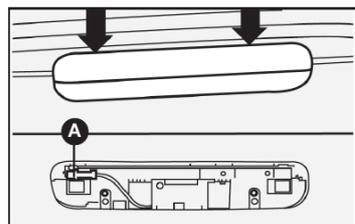

fig. 38
- 1) pressionar os locais indicados pelas setas **fig. 38** na tampa plástica do brake light, que se encontra sobre o compartimento de bagagem. Retirar a tampa, puxando-a;
- 2) retirar o conector **A-fig. 38** e substituir o conjunto de lâmpadas.